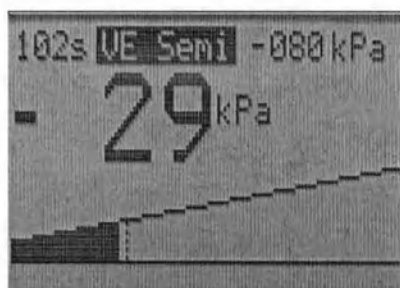

Рис.22. Автоматическое создание вакуума в режиме VE Semi
- После достижения базового вакуума -20 кПа прибор ожидает нажатия на кнопку отсасывающей чаши. В течение этого времени ожидания раздаётся звуковая сигнализация, которая включается и отключается синхронно с миганием зелёного светодиода. С нажатием на кнопку отсасывающей чаши исчезает звуковая сигнализация и включается автоматическое создание вакуума (рис.22).